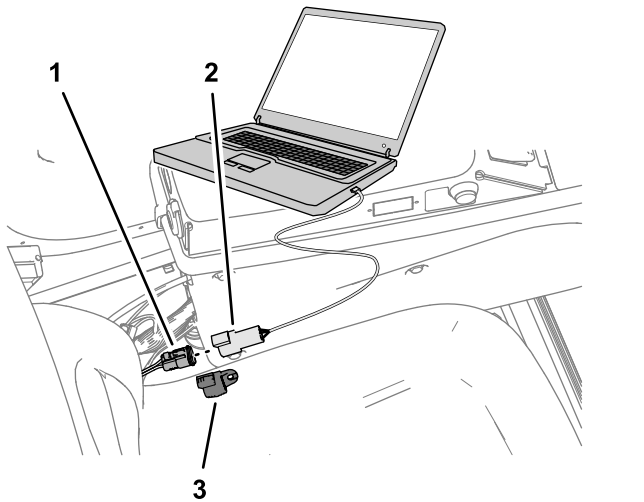

Figura 147
4. Retire el tapón del conector hembra de 3 vías del conector CAN del arnés de cables del kit marcado DUPLICATE DIAG CONNECTOR y enchufe el cable de interfaz USB/CAN de 3 pines en el conector hembra de 3 vías (Figura 147).